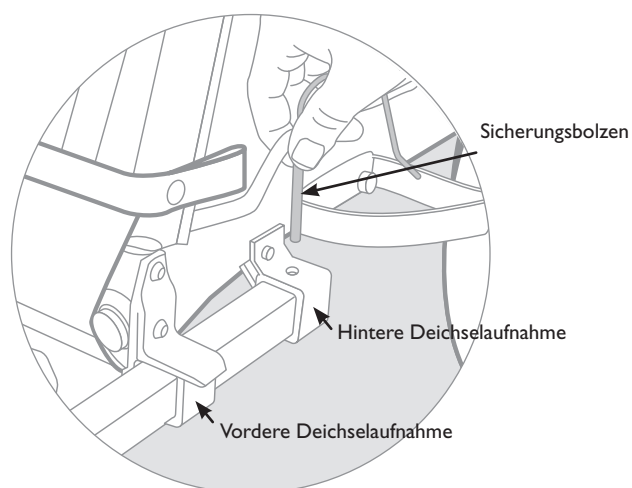
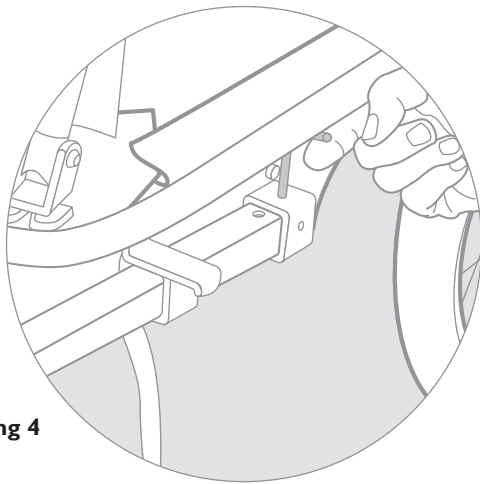

Abbildung 3
Abbildung 4
Beachten Sie dabei je nach Anhängermodell bitte Abbildung 3 (Solo/D'Lite bis BJ 08, Encore) **oder** Abbildung 4 (Cub ab BJ 08).
3. Schieben Sie die Ausleger anschließend in die beiden hinteren Deichselaufnahmen (s. Abbildung 3 **oder** 4).
4. Richten Sie die Bohrungen in den Auslegern auf die Bohrungen in den hinteren Deichselaufnahmen aus (s. Abbildung 3 **oder** 4).
- Richten Sie die Auslegerbohrungen auf die Bohrungen in den hinteren Deichselaufnahmen aus (s. Abbildung 3).
- Führen Sie die Sicherungsbolzen jeweils von oben hindurch (s. Abbildung 3).
- Richten Sie die HINTEREN Auslegerbohrungen auf die Bohrungen in den hinteren Deichselaufnahmen aus (s. Abbildung 4).
- Schieben Sie die Sicherungsbolzen der hinteren Deichselaufnahmen durch die hinteren Auslegerbohrungen (s. Abbildung 4).